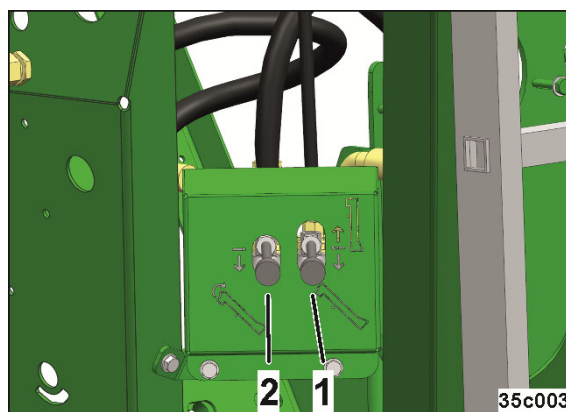

Fig. 248
4. Aktivér snegludklapningen (Fig. 248/1)
5. Fyld forrådsbeholderen (Fig. 248/2)